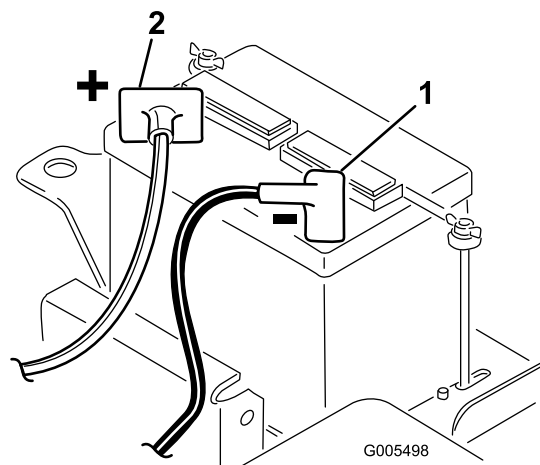

Figura 10
2. Collegate il cavo positivo (rosso) della batteria dal solenoide di avviamento al polo positivo (+) della batteria (Figura 10). Fissatelo saldamente con una chiave e spalmate della vaselina sul morsetto. Verificate che il cavo non tocchi il sedile quando è arretrato al massimo, diversamente il cavo si consumerebbe e potrebbe danneggiarsi.